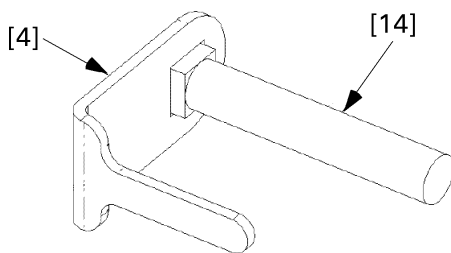
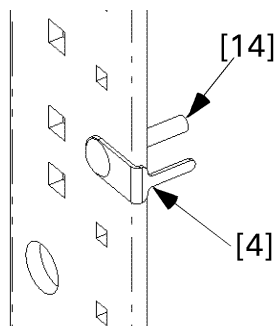

Figure 3. Assemblage d'un d'une pièce antirotation [4] avec un boulon de carrosserie [14].
Figure 4. Installation d'un boulon de carrosserie [14] et d'une pièce antirotation [4] dans l'intérieur.
3. Assembler les pièces antirotation sur les boulons de carrosserie. Glisser une pièce antirotation [4] par-dessus la tige carrée de chaque boulon de carrosserie [14], tel qu'indiqué à la Figure 3. La Figure 4 illustre l'installation d'un boulon et d'une pièce antirotation dans l'intérieur, tel que demandé pour les étapes restantes.